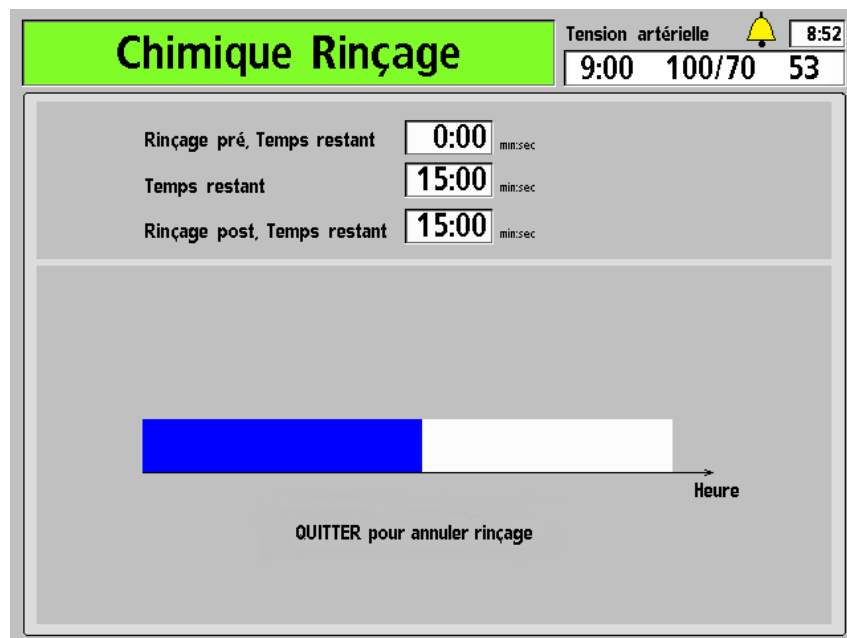

Figure 95 – Écran « Chimique/Rinçage »
4. L'écran « Chimique/Rinçage » s'affiche (reportez-vous à la Figure 95). La progression du programme de désinfection est indiquée dans la barre horizontale. Le programme commence par un prérinçage de 45 secondes. Le message : **Rinçage tubulaires, attendre SVP** s'affiche dans la barre d'état.